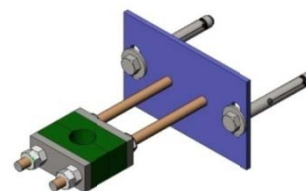

Рис. 13
- Рекомендуется устанавливать опорные направляющие для штока через каждые 1,5 м (Рис. 13).
- Рекомендуется устанавливать опорные направляющие для трубы через каждые 1,5 м (Рис. 13).